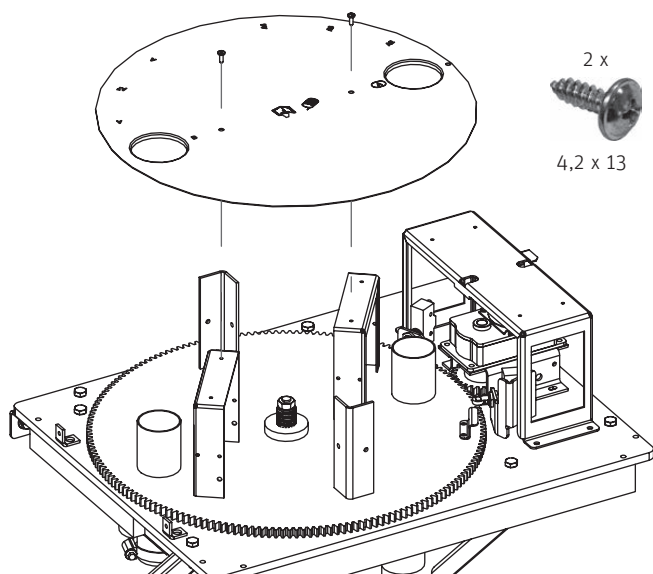

Fig. 27 Fissaggio del disco di copertura
► Fissare il disco di copertura all'unità di commutazione con 2 viti autofilettanti 4.2 x 13 – Fig. 27.